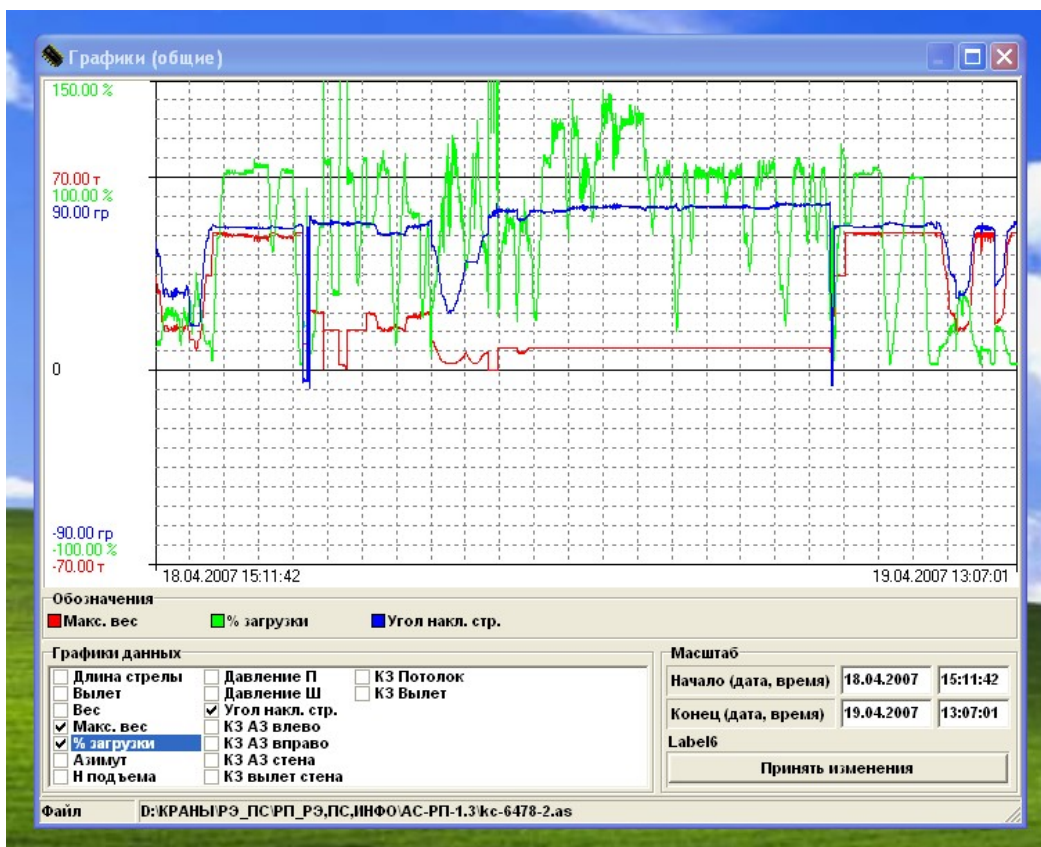

Рис.20
6.4.5. Раздел "Графики" выводит на экран многоцелевое окно для вывода считанной информации в графическом виде, Рис.20.